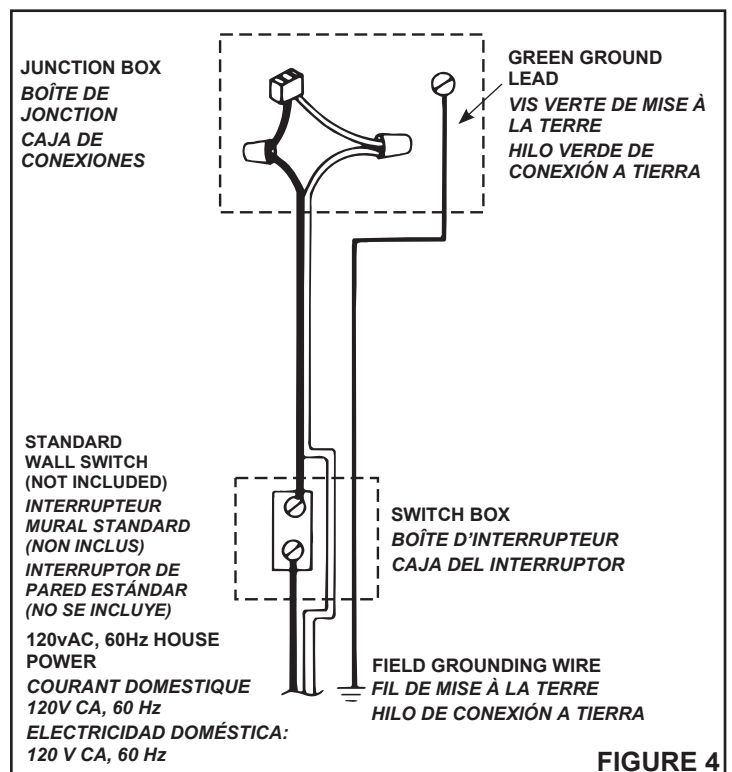

FIGURE 4
3. **Refer to Figure 4.** Use approved wire nuts to connect house supply wires to fixture as follows: white to white; black to black. Connect green or bare ground wire to green ground lead.
3. **Voir Figure 4.** Utiliser des connecteurs agréés pour raccorder les câbles d'alimentation générale aux fils de l'appareil : le blanc avec le blanc, le noir avec le noir. Raccorder le fil de terre vert ou nu à la vis verte de mise à la terre.